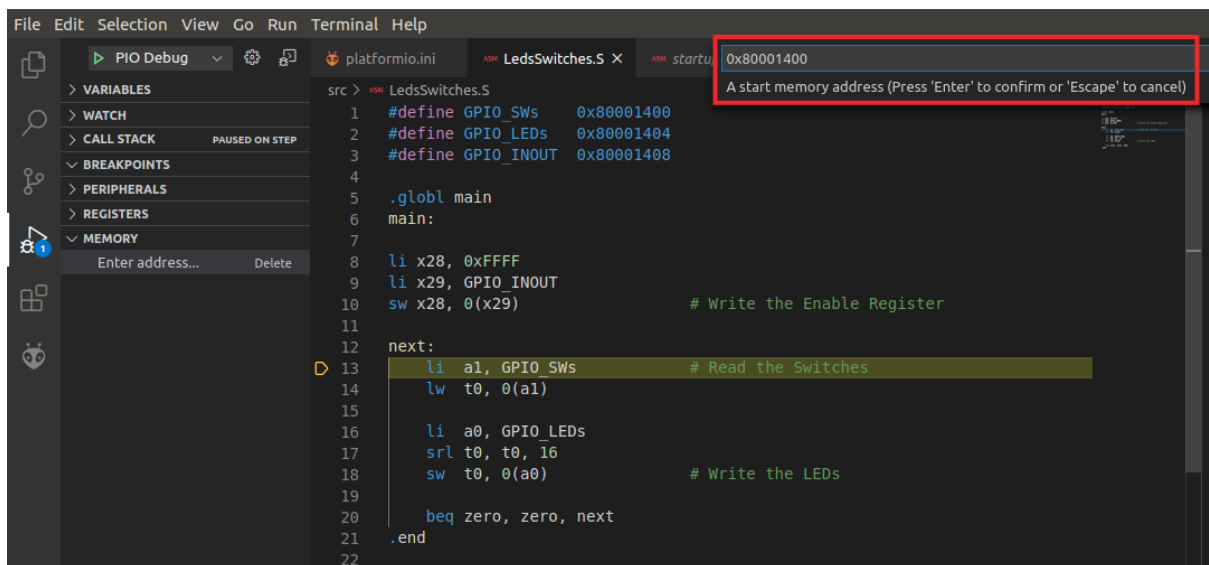

Figura 56. Dirección de memoria inicial a mostrar
- b. Se solicitará la dirección de memoria inicial (véase la Figura 56). Inserte la dirección inicial a la que los interruptores están mapeados, en este caso 0x80001400.